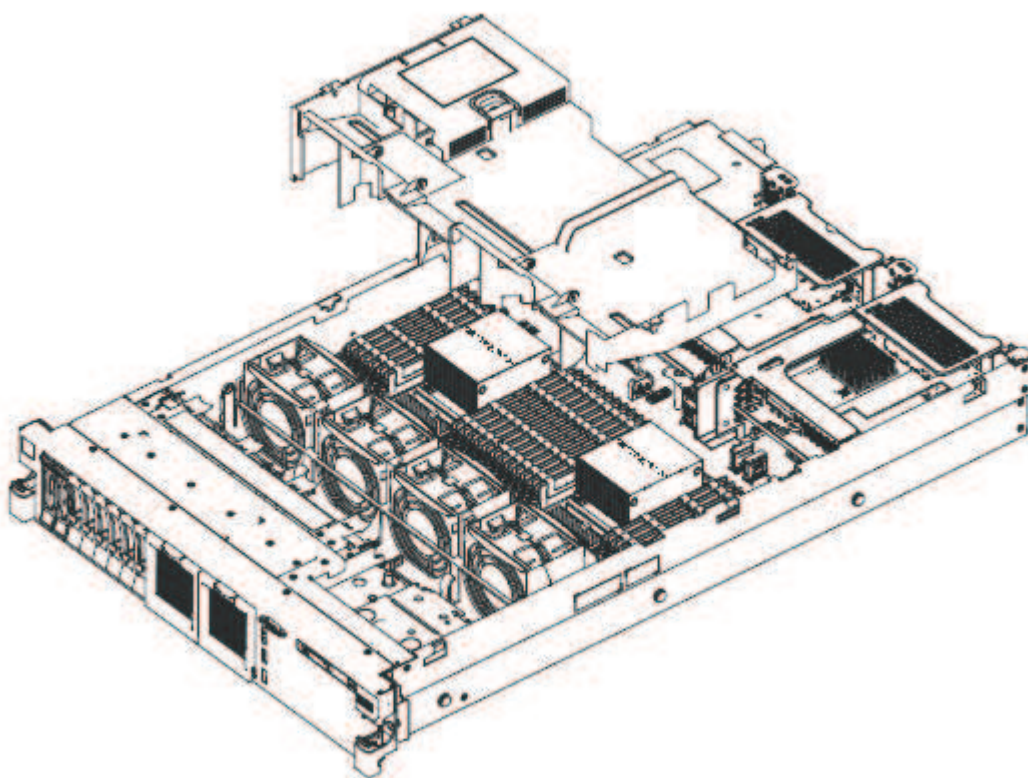

图 59. 卸下空气挡板
2. 将手指置于空气挡板顶部的前方和后方。然后，将空气挡板从服务器中提起，如图 59 中所示。